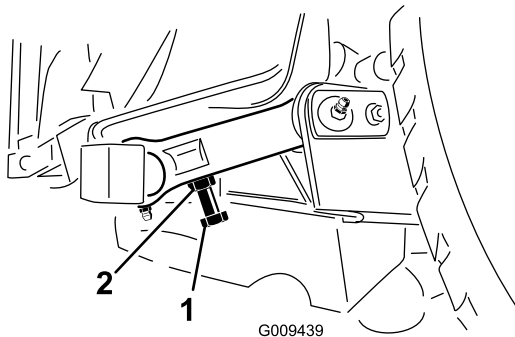

Figura 32
3. Para ajustar la distancia, localice el perno de ajuste del acoplamiento basculante trasero de la unidad de corte (Figura 32).